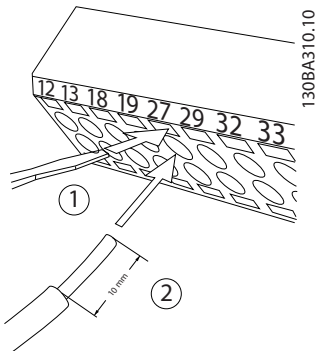

Abbildung 2.21 Anschluss der Steuerleitungen
1. Öffnen Sie den Kontakt, indem Sie einen kleinen Schraubendreher in die rechteckige Öffnung über bzw. unter dem entsprechenden Kontakt einführen und damit die Klemmfeder öffnen (siehe *Abbildung 2.21*)